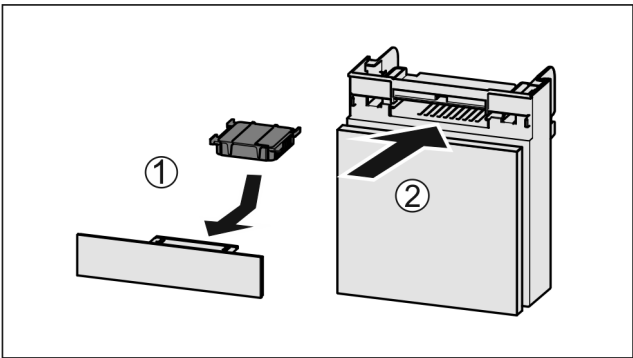

Fig. 107
- Inserire il vano Fig. 107 (2).